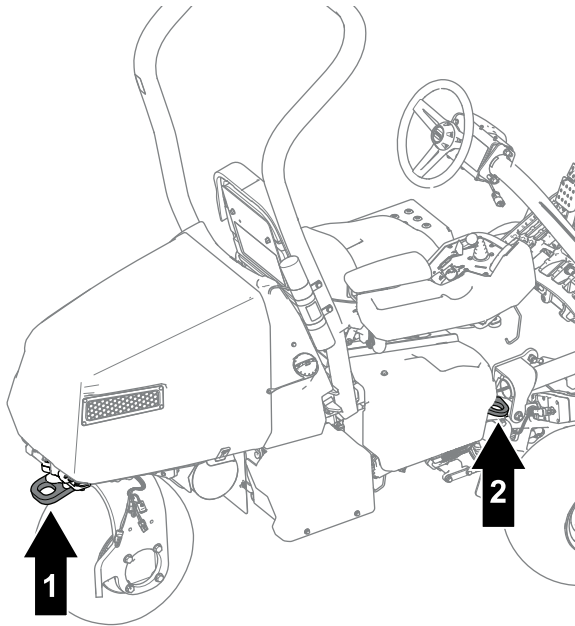

Figure 32
- Arrimez solidement la machine au moyen de sangles, chaînes, câbles ou cordes. Les sangles avant et arrière doivent être dirigées vers le bas et l'extérieur de la machine (Figure 32).